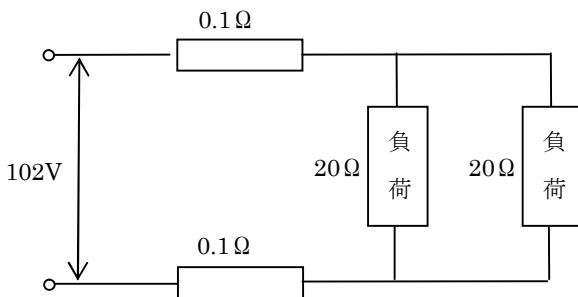
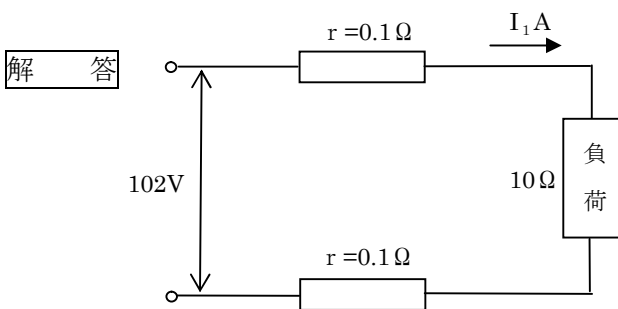

図15-8-1
図15-8-3
- ① 単相の場合の電路の電力損失の計算は、図15-8-1は図15-8-3の様に書き換えられるので、線路電流 I_1 [A] は